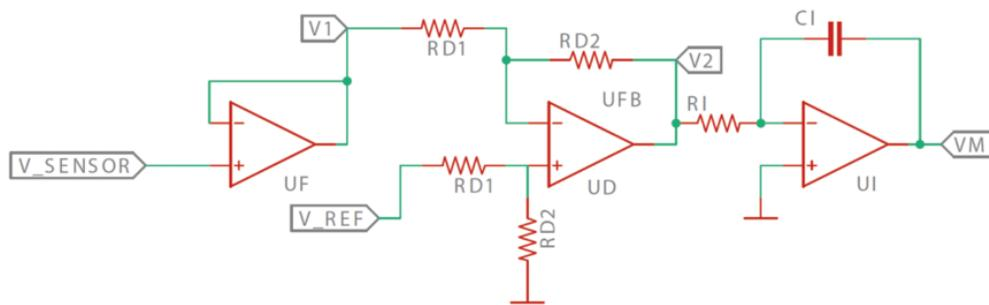

Figura 2: Circuito de control
En la Figura 2, V_{sensor} representa la salida del sensor de temperatura, V_{ref} una señal de referencia, y V_m el voltaje de alimentación al motor
4. Realizar un diagrama de bloques del sistema completo que muestre todas las señales presentes en la Figura 2, usando solamente bloques sumadores, proporcionales e integradores.